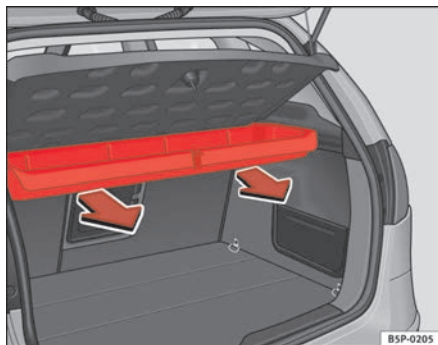

Abb. 124 Ausbau des Ablagefachs
- Nach außen ziehen, bis das Ablagefach aus den Drehhaltern gelöst ist $\Rightarrow$ Abb. 124.